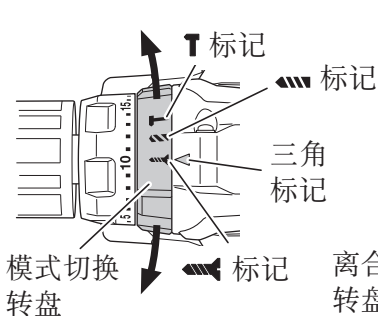

图 14
确认模式切换转盘和离合器转盘的位置（请参照图 14、15 和 16）
- (1) 当把本机作为起子机使用时，请将模式切换转盘上的螺钉拧紧标记“”与机身外侧上的三角标记对齐，并将离合器转盘上的“1、5、10……20”中的某个数字或点与机身外侧上的三角标记对齐（请参照图 14 和 15）。
- (2) 当把本机作为钻机使用时，请将模式切换转盘上的钻机标记“”与机身外侧上的三角标记对齐。